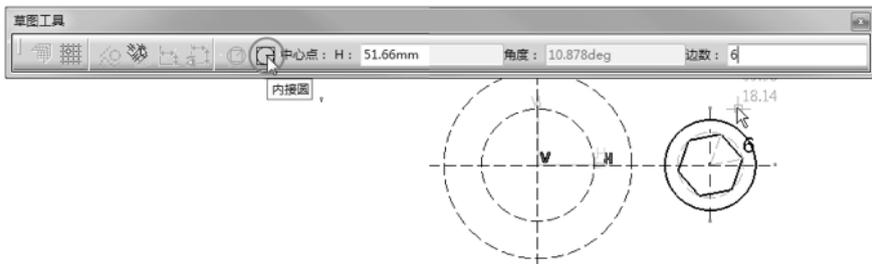

图 5-132
- 单击“多边形”按钮，在右侧小圆的圆心位置单击，定义多边形的位置。在“草图工具”工具条中单击“内置圆”按钮，确定圆的直径后，再到“草图工具”工具条中设置“边数”值为6，按Enter键完成初步绘制，如图5-132所示。